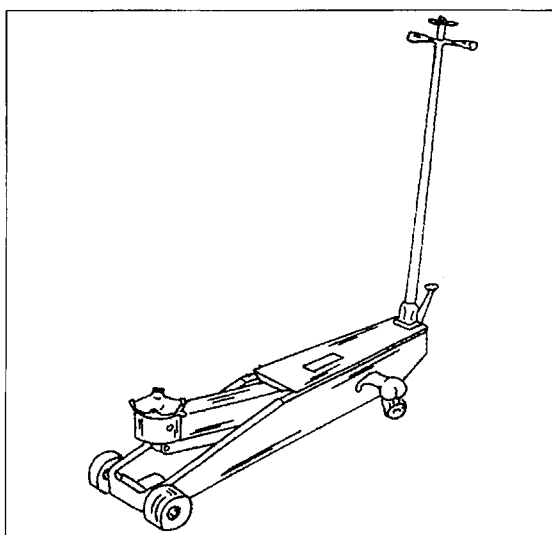
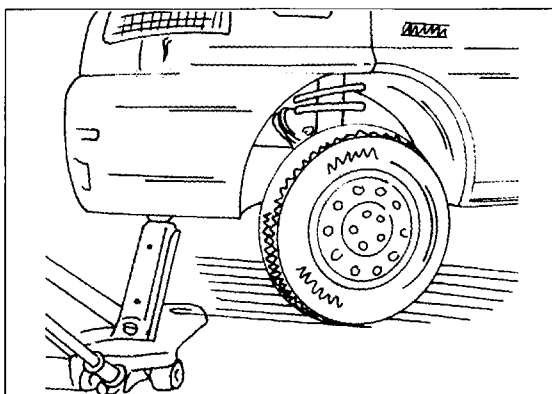

Bild 14
Bild 15
- Um ein Vorderrad mit einem Rollwagenheber, wie in Bild 14 gezeigt, anzuheben, wird die gleiche Ansatzstelle wie beim Scherenwagenheber benutzt, mit dem Unterschied, dass man einen Holzklötz zwischen Wagenheberkopf und der Ansatzstelle einlegen sollte, wie man es in Bild 15 sehen kann.